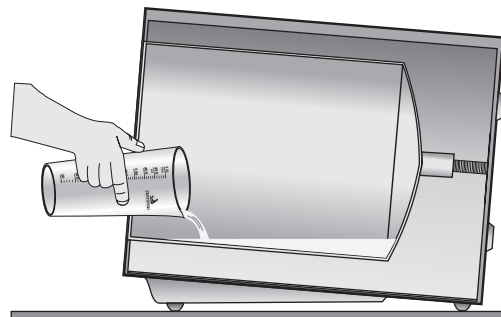

Fig. 16
- a► Abra la puerta del autoclave, usando el vaso dosificador, coloque la cantidad correcta de **agua destilada** directamente en la cámara **antes** de cada ciclo (Fig. 16) de acuerdo con la tabla abajo;